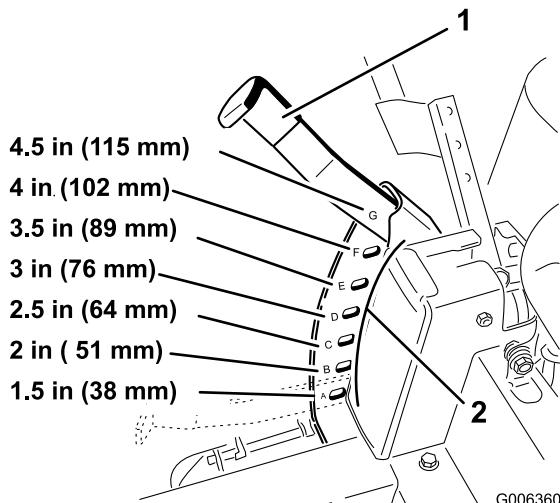

Figura 15
3. Levante la palanca de ajuste de la altura de corte a la posición de transporte, es decir, la posición de altura de corte **G** (que es también la posición de altura de corte de 4-1/2 pulgadas [115 mm]) (Figura 15).